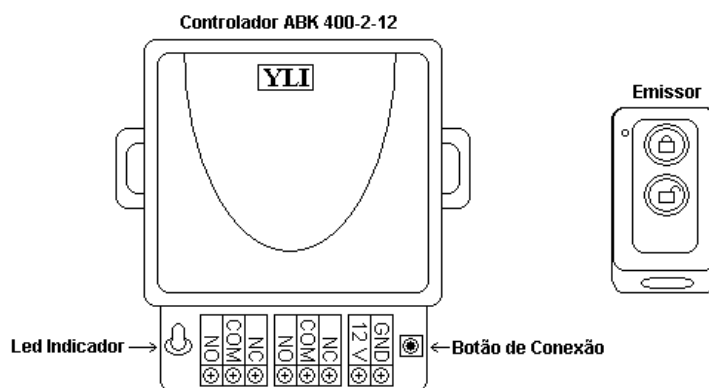

Figura 1. Partes principais do controlador
O controlo de acesso com comando remoto ABK-400-2-12 está concebido para accionar qualquer tipo de trinco, fechadura ou sistema eléctrico utilizado na abertura de portas. O controlador está formado por duas componentes básicas: (1) Controlador e (2) Emissor (Ver Figura 1 com detalhes)